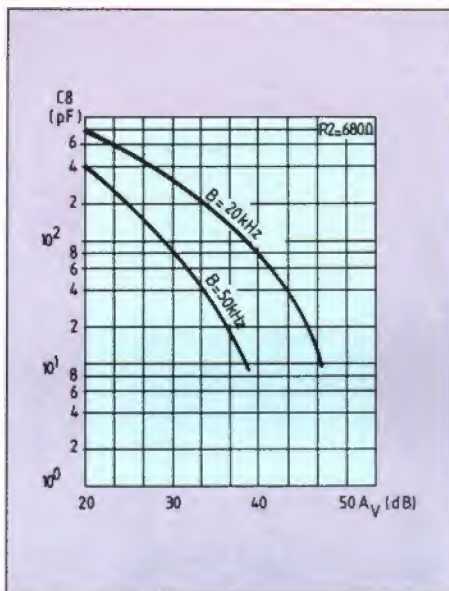

Fig. 2. - Graphique permettant de déterminer la valeur du condensateur  $C_6$  de la figure 1.
**Bande passante.** Elle est de 150 kHz, dans les conditions normales d'utilisation. Pour éviter l'amplification de signaux ou perturbations provoquant, pour le moins, une consommation inutile d'alimentation, on peut la limiter par les éléments dessinés en pointillé,  $R_5$  et  $C_8$ . La valeur de  $R_5$  doit être approximativement le triple de  $R_2$ . Celle de  $C_8$  est indiquée par le graphique de la figure 2, en fonction du gain en tension et de la largeur de bande.